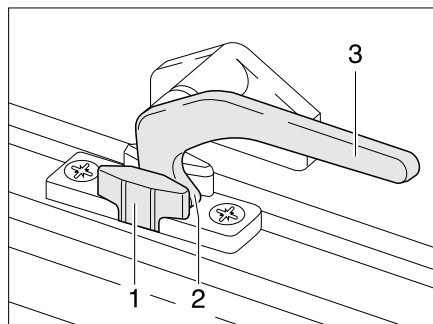

Bild 38 Verriegelungshebel in Stellung "Dauerbelüftung"
- in Stellung "Dauerbelüftung" (Bild 38)
- Den Verriegelungshebel (Bild 38,3) eine viertel Umdrehung zur Fenstermitte hin drehen.
- Den Verriegelungshebel eine viertel Umdrehung zum Fensterrahmen hin drehen. Die Verriegelungsnase (Bild 38,2) dabei in die Aussparung der Fensterverriegelung (Bild 38,1) einfahren.